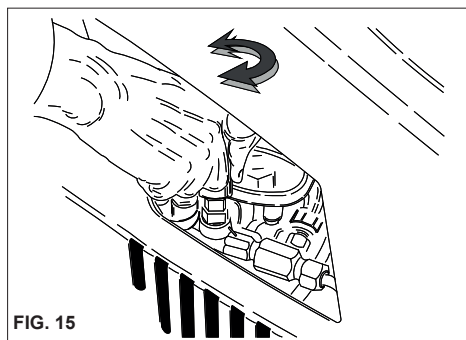

FIG. 15
Ce chapitre concerne uniquement les modèles pourvus du dispositif «Régulateur de pression». Le dispositif régulateur de pression (fig. 15) permet de régler la pression de service. En faisant tourner le bouton C dans le sens contraire des aiguilles d'une montre (B) (minimum), on obtient une réduction de la pression de service.